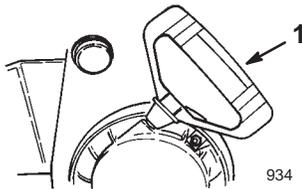

Bild 23
- **Rücklaufstarter** (Bild 23) – Der Rücklaufstarter befindet sich hinten am Motor. Ziehen Sie den Rücklaufstarter zum Anlassen des Motors.
8. Ergreifen Sie den Rücklaufstartergriff (Bild 23) und ziehen Sie ihn langsam heraus, bis ein Widerstand zu spüren ist. Ziehen Sie dann kräftig durch, um den Motor zu starten.